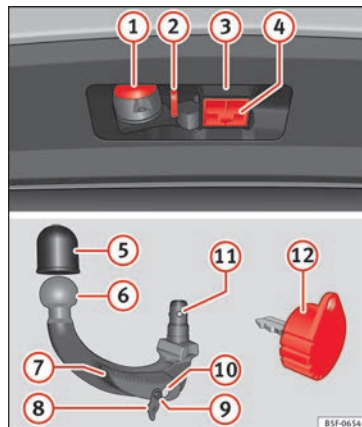

Abb. 219 Halterung der Anhängervorrichtung / abnehmbarer Kugelkopf / Schlüssel
Legende zu » Abb. 219
- Den Verschlussdeckel der Hakenaufnahme (4) » Abb. 219 nach unten abnehmen.